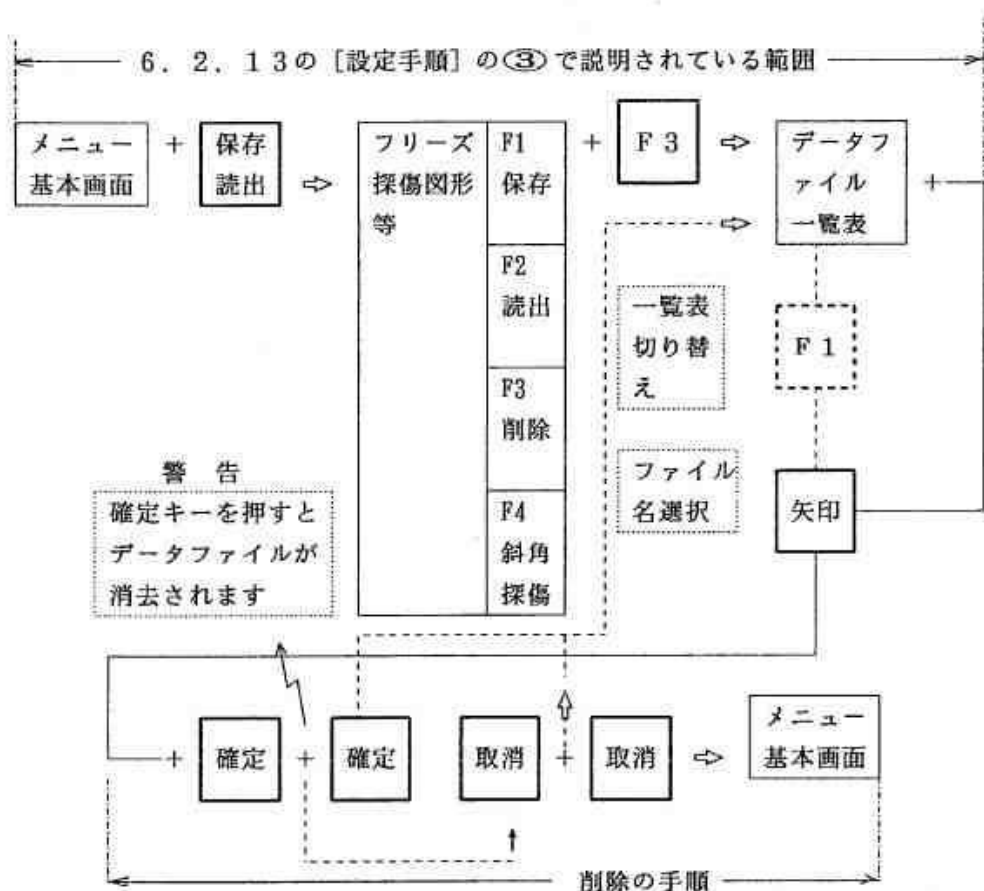

図 6.2.32-10 データ削除の方法
- ① 6. 2. 12 の【設定手順】の③から説明します。機能キー [F 3] を1回押します。削除したいデータファイル名を矢印キーで選択した後、確定キーを1回押します。
- ② 探傷条件表示エリアに、【確定キーを押すとデータファイルが消去されます。】という警告が表示されますから、選択しているデータファイル名を確認した後に、確定キーを1回押して下さい。この操作で、指定したデータファイルは削除され、表示器には、データファイル一覧表が表示されます。
- ③ 選択しているデータファイル名が誤っていた場合は、取消キーを1回押します。この操作で、図 6.2.32-10の機能キー [F 3] を1回押した後の状態に戻ります。
- ④ 続いて他のデータファイルを削除する時は、①～②の手順を繰り返します。